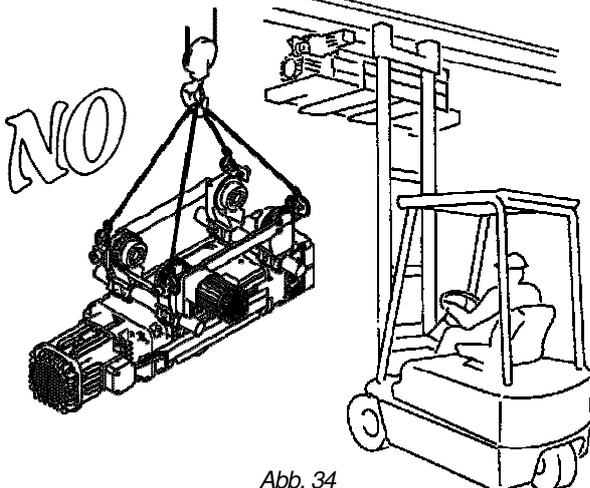

Abb. 34
**Die Anbringung der auf Palette angeordneten Einheit E-Zug/Katze an dem in der Höhe befindlichen Träger darf AUSSCHLIESSLICH durch HEBEN VON UNTEN und nur mit Hilfe eines Gabelstaplers, einer Hebebühne oder anderer dafür geeigneter Mittel erfolgen, aber NIE DURCH ANHEBEN VON OBEN, da die Schlingen die Montage am Träger schwierig oder gefährlich gestalten würden (Abb. 34).**
Die Anbringung der auf Palette angeordneten Einheit E-Zug/Katze an dem in der Höhe befindlichen Träger darf **AUSSCHLIESSLICH** durch **HEBEN VON UNTEN** und nur mit Hilfe eines Gabelstaplers, einer Hebebühne oder anderer dafür geeigneter Mittel erfolgen, aber **NIE DURCH ANHEBEN VON OBEN**, da die Schlingen die Montage am Träger schwierig oder gefährlich gestalten würden (Abb. 34).